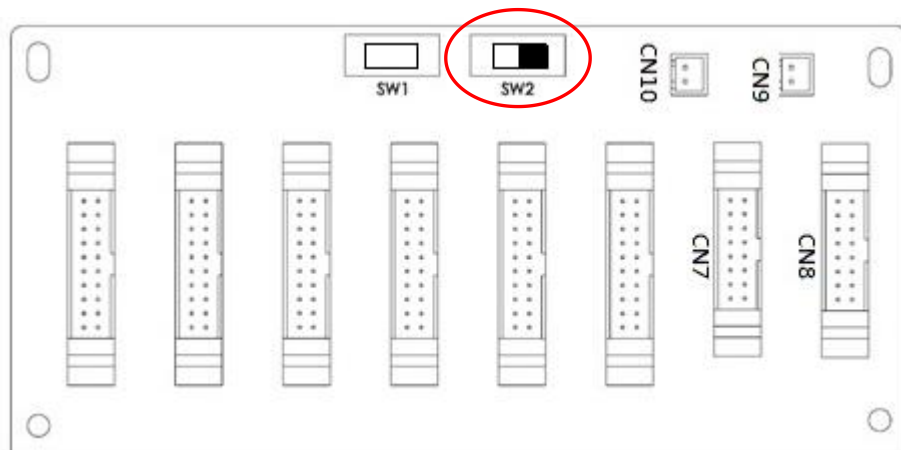

图 9-2：机架 1 之 SW2 开关开至右侧
1. 机架 1 并联板、SW2 开关必须设定于右侧。请参考下图 9-2。